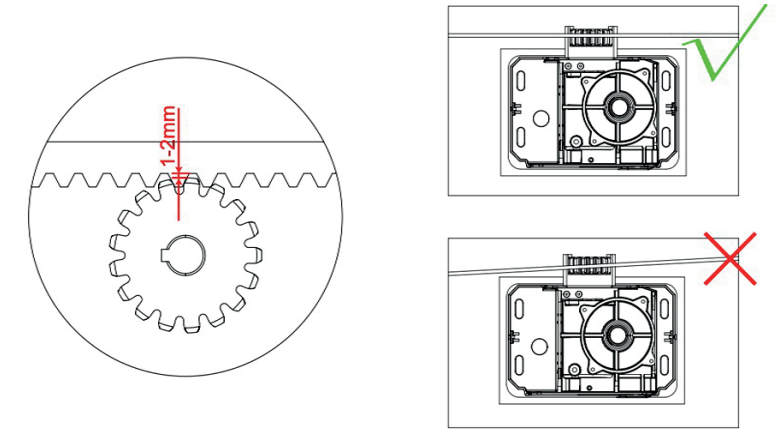

Рисунок 12
- Забезпечте мінімальний зазор 1–2 мм між вихідною шестернею та зубчастою рейкою по всій довжині (див. рисунок 12).